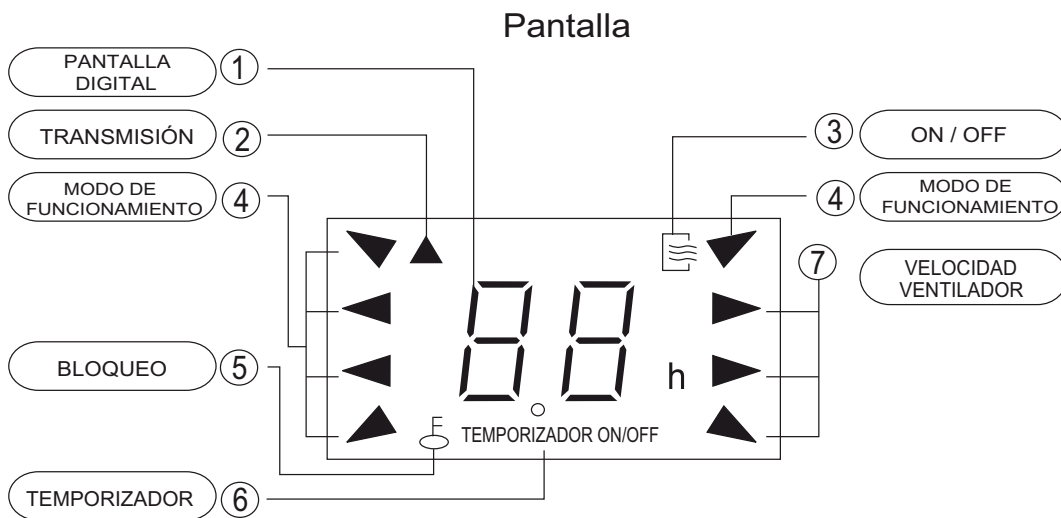

Imagen 2
- ① PANTALLA DIGITAL : La pantalla digital muestra la temperatura configurada. En modo TEMPORIZADOR, muestra la configuración de encendido y apagado. En modo VENTILADOR, no muestra nada.
- ② TRANSMISIÓN : Este indicador parpadea cada vez que el mando a distancia envía una señal a la unidad interior.
- ③ ENCENDIDO/APAGADO : El símbolo de ON/OFF aparecerá cuando se encienda la unidad a través del mando a distancia, y desaparecerá al apagarla.
- ④ MODO DE FUNCIONAMIENTO : Al pulsar la tecla de modo, se mostrará el modo de funcionamiento actual: AUTO / FRÍO / DESHUMIDIF./ CALOR (no disponible en modelos de solo frío) o VENTILADOR.
- ⑤ BLOQUEO : El indicador de bloqueo se mostrará tras pulsar la tecla de bloqueo (LOCK). Tras pulsarla de nuevo, desaparecerá.
- ⑥ TEMPORIZADOR : Muestra la configuración del temporizador. Así, si solo se ha configurado la hora de encendido, se mostrará la hora de encendido (TIMER ON). Si se ha configurado la hora de apagado, aparecerá la hora de apagado (TIMER OFF). Si ambas horas están configuradas, se mostrará TIMER ON-OFF, lo cual indicará que se ha configurado una hora de encendido y una hora de apagado.
- ⑦ VELOCIDAD DEL VENTILADOR : Pulse el botón velocidad del ventilador (FAN SPEED) para ajustar la velocidad deseada (auto-baja-media-alta). En la pantalla LCD aparecerá la configuración, excepto en vel. auto.
**NOTA:** La imagen 2 es de carácter explicativo. Durante el funcionamiento real solo se mostrarán los indicadores en funcionamiento.